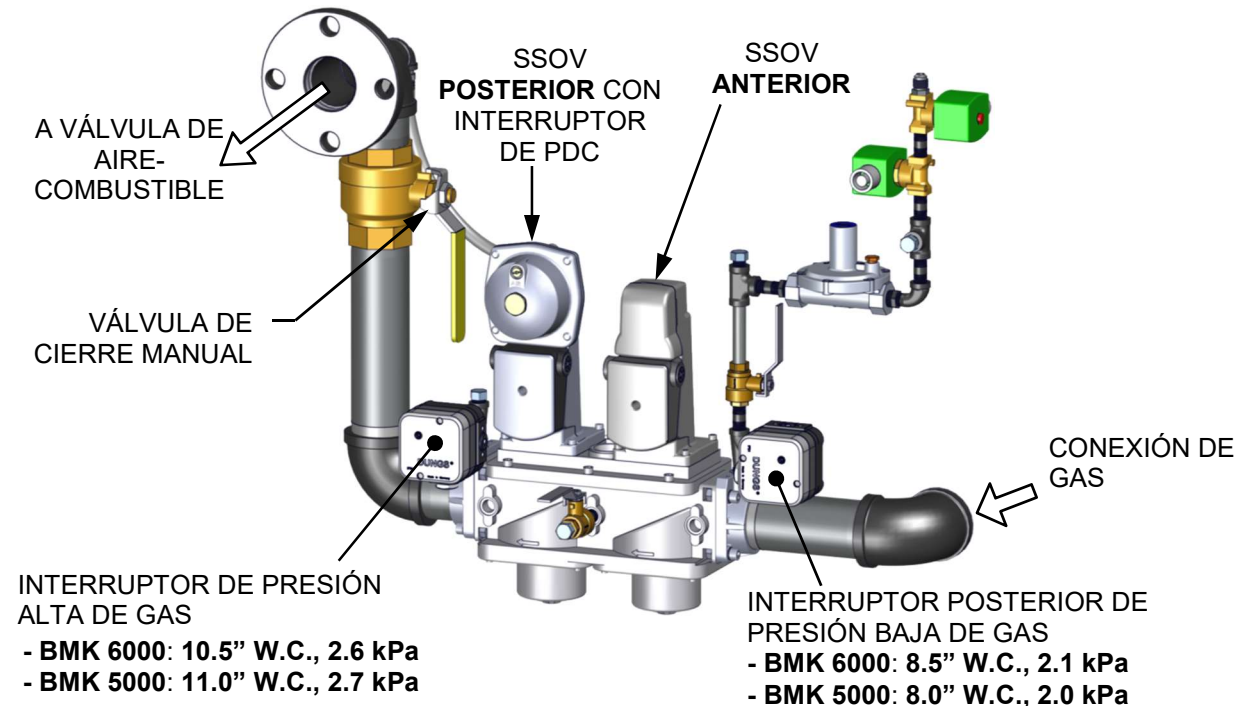

Figura 3-1: Ubicación de SSOV
2. La unidad verifica que el interruptor de Prueba de Cierre (PDC) en la Válvula posterior de Cierre de Seguridad (SSOV) esté cerrado. La Figura 3-1 muestra la ubicación de la SSOV.